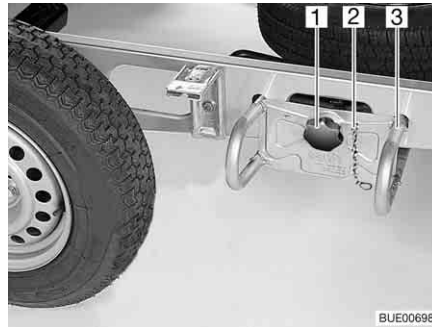

Bild 235 Ersatzrad-Halterung
- Die Sicherungskette (Bild 235,2) aushängen.
- Den Sterngriff (Bild 235,1) lösen und herausdrehen.
- Den Ersatzrad-Halter (Bild 235,3) ca. 10 cm weit herausziehen und am Boden ablegen.